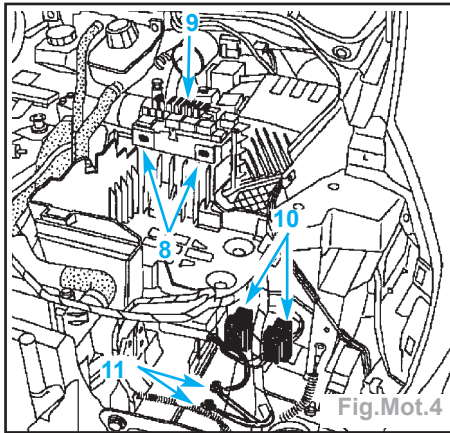
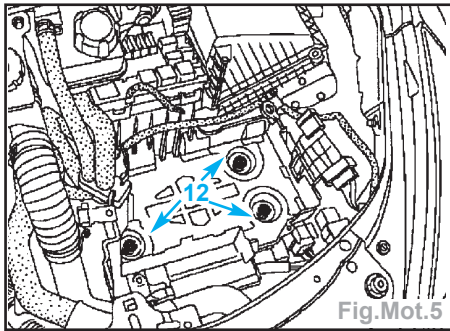

Fig.Mot.4
Fig.Mot.5
- Déposer la platine à relais (8) (Fig.Mot.4).
- Déclipper les porte-fusibles (9).
- les connecteurs du faisceau moteur-habitacle (10),
- les deux fils de masse (11).
- Percer les trois vis inviolables à l'aide d'un foret de 5 mm dans l'axe des vis (12) (Fig.Mot.5) et les déposer.